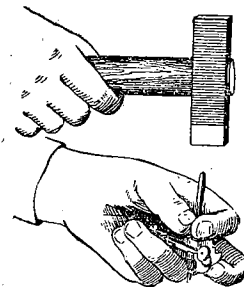

Рис. 14. Выталкивание шпильки при отделении выбрасывателя и ударника от затвора
4) Разобрать затвор. Вытолкнуть выколоткой шпильку, удерживающую ударник и ось выбрасывателя (рис. 14), и извлечь ударник из канала затвора; вытолкнуть выколоткой ось выбрасывателя и извлечь из затвора выбрасыватель с пружиной.